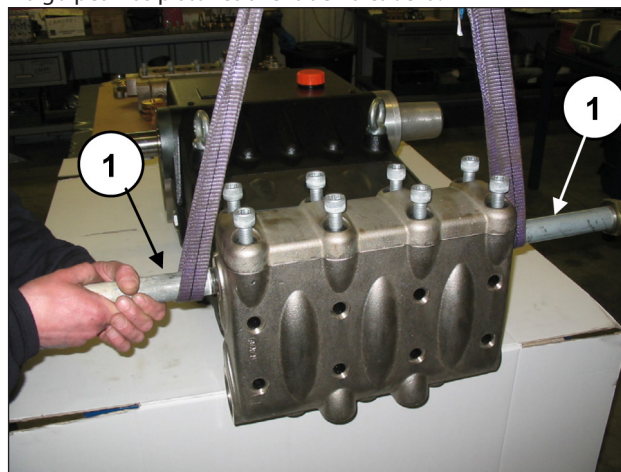
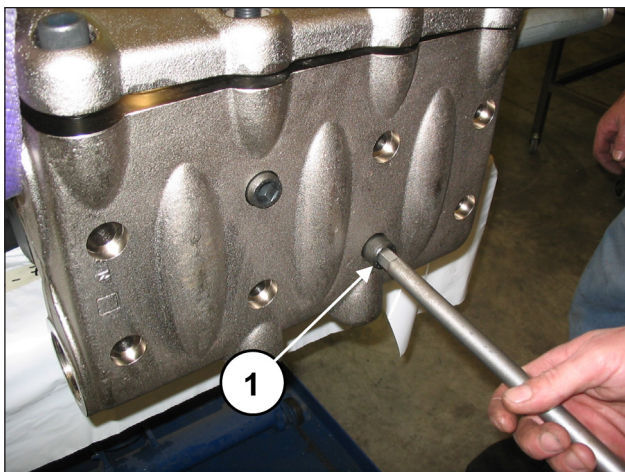

Fig. 104
Fig. 105
Aplicar dos soportes con rosca G2" en las conexiones de envío de la cabeza (pos. ①, Fig. 104) y, a continuación, apretar los 8 tornillos M16x150 (pos. ①, Fig. 105).